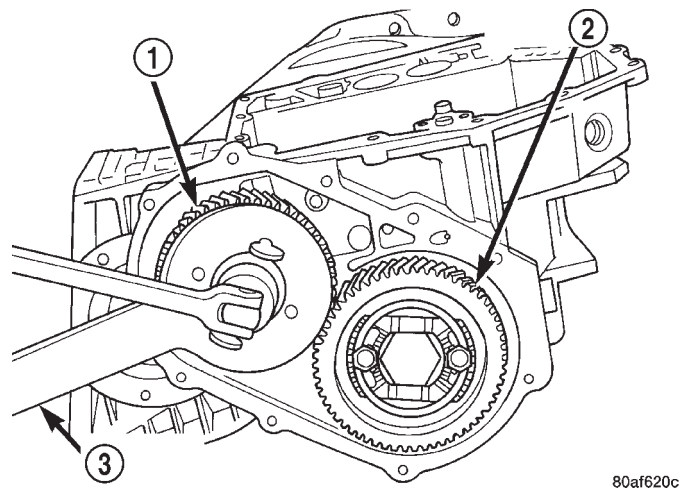
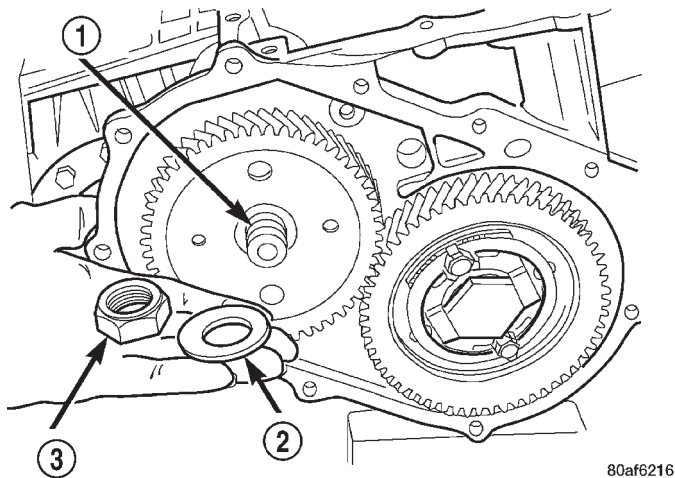

Fig. 46 Desmontaje de la tuerca del engranaje del eje de transferencia
Fig. 47 Tuerca del engranaje del eje de transferencia y arandela cónica
(38) Con la herramienta 6259, retire la tuerca y la arandela cónica del engranaje del eje de transferencia al eje (Fig. 46) y (Fig. 47).